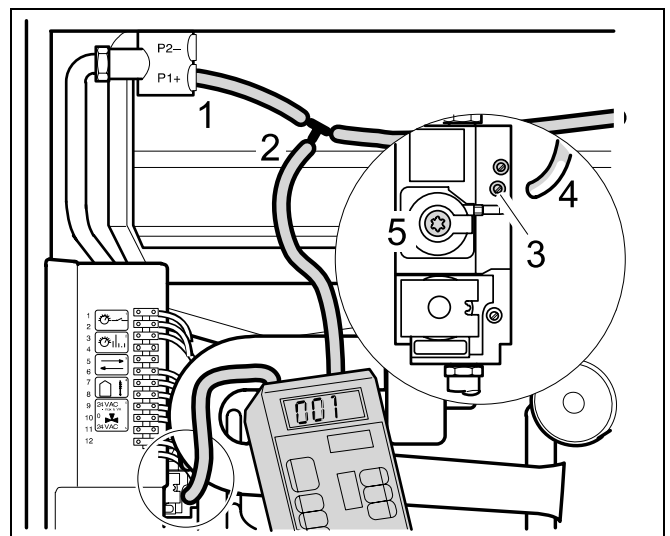
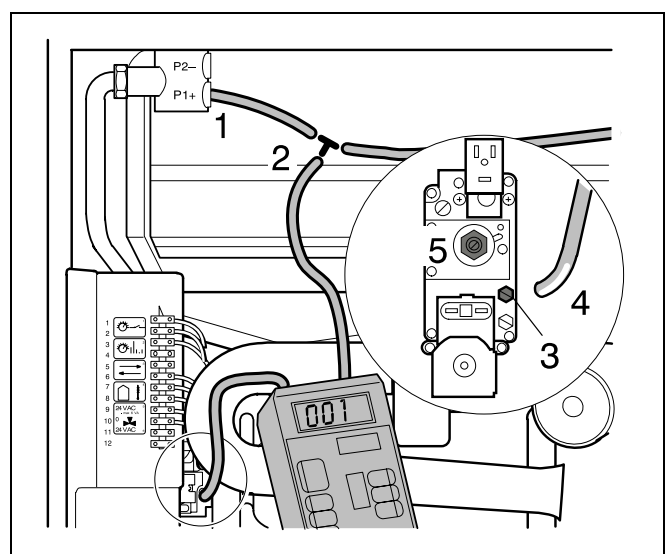

Abb. 24 Gas-Luft-Verhältnis kontrollieren und einstellen (Honeywell-Armatur)
Abb. 25 Gas-Luft-Verhältnis kontrollieren und einstellen (SIT-Armatur)
- Unteren Schlauch an der Gas/Luftdüse abziehen (Abb. 24, Pos. 1 oder Abb. 25, Pos. 1) und Schlauch mit T-Stück dazwischenschalten (Abb. 24, Pos. 2 oder Abb. 25, Pos. 2).
- Schraube im Messnippel für Brennerdruck bei Honeywell-Armatur (Abb. 24, Pos. 3) zwei Umdrehungen lösen, bei SIT-Armatur (Abb. 25, Pos. 3) ganz herausdrehen.
- Plusanschluss des Druckmessgerätes mit einem Schlauch mit dem Messnippel für Brennerdruck verbinden (Abb. 24, Pos. 4 oder Abb. 25, Pos. 4).
- Bei Abweichung das Gas-Luftverhältnis an der Einstellschraube (Abb. 24, Pos. 5 oder Abb. 25, Pos. 5) nachregeln.
Ist der Messwert zu hoch oder zu niedrig, bei Teillast das Gas-Luftverhältnis an der Stellschraube der Gasbrennerarmatur (Abb. 24, Pos. 5 oder Abb. 25, Pos. 5) einstellen.